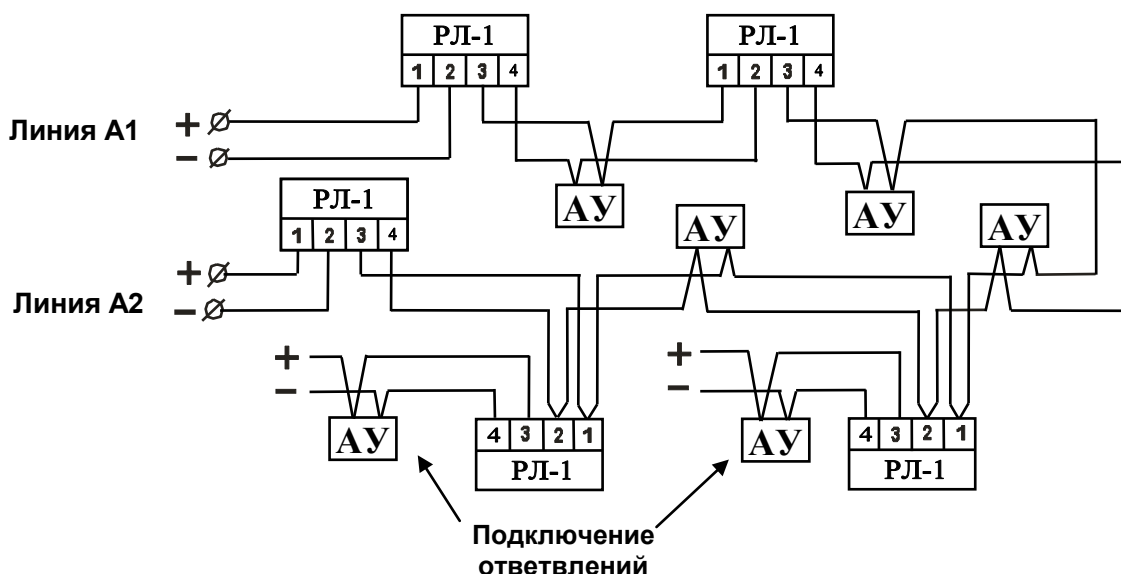

Рис. 9. Защита информационной линии от короткого замыкания с помощью размыкателей линии.
6.2.3. Для подключения ответвлений, а также для локализации коротких замыканий в кольцевой информационной линии желательно использовать размыкатели линии РЛ-1 (рис.9). Размыкатели отключают короткозамкнутые участки линии и автоматически восстанавливают ее целостность при исчезновении короткого замыкания.